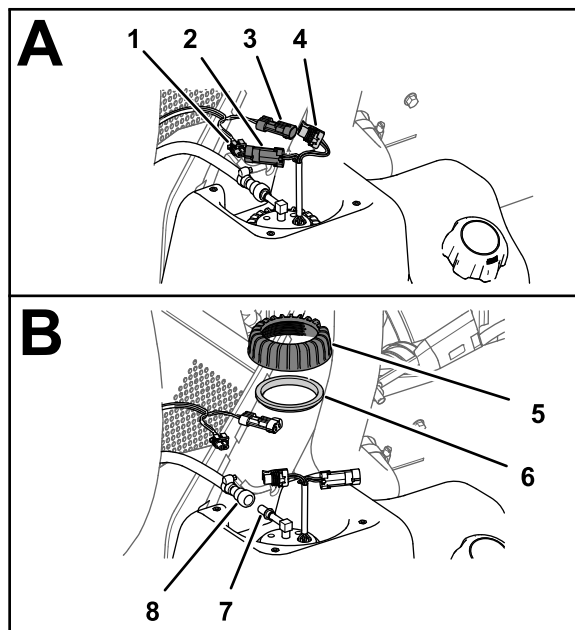

Figure 86
1. Débranchez le connecteur à 2 douilles du faisceau de la machine du connecteur à 2 broches de l'ensemble pompe à carburant/transmetteur; débranchez le connecteur à 2 broches du faisceau de la machine du connecteur à 2 broches de la pompe à carburant/transmetteur (Figure 86).
2. Éloignez le manchon de verrouillage du raccord du flexible de carburant du raccord de la pompe à carburant/transmetteur, et débranchez le raccord du flexible du raccord de la pompe (Figure 86).
3. Tournez l'écrou de la pompe à carburant/transmetteur dans le sens antihoraire et déposez l'écrou et le joint (Figure 86).